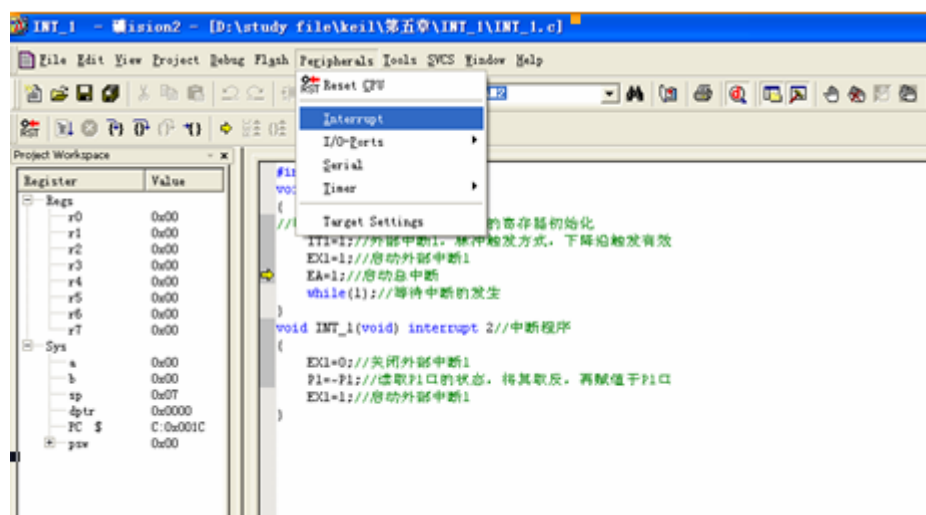
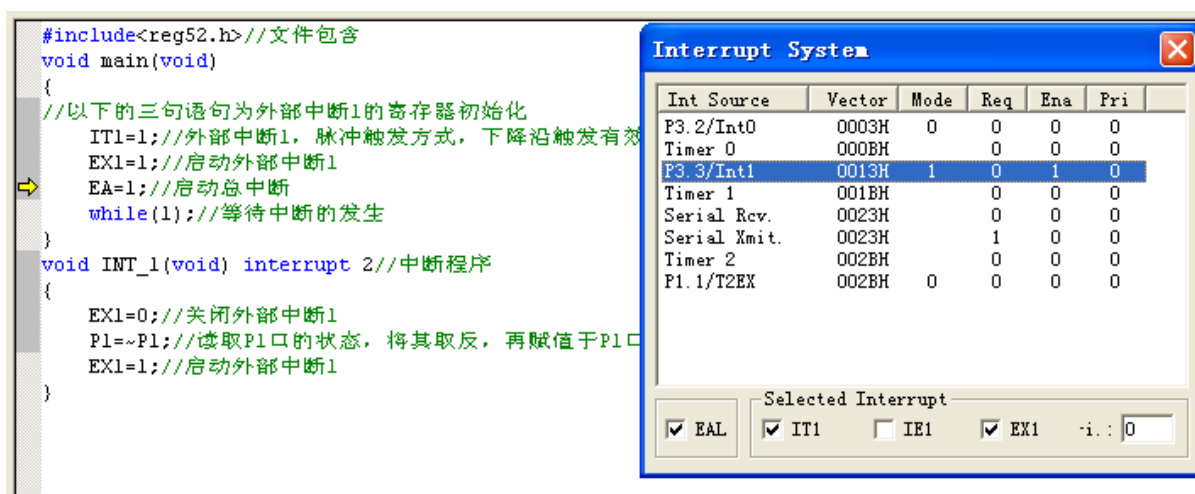

图 4-15
图 4-16
5. 按图 4-15 所示，得到了如图 4-16 的寄存器框图。
6. 用  进行调试，观察当黄色的光标在主程序中执行每一条语句的时候，同时在图 4-15 中寄存器对应的变化。